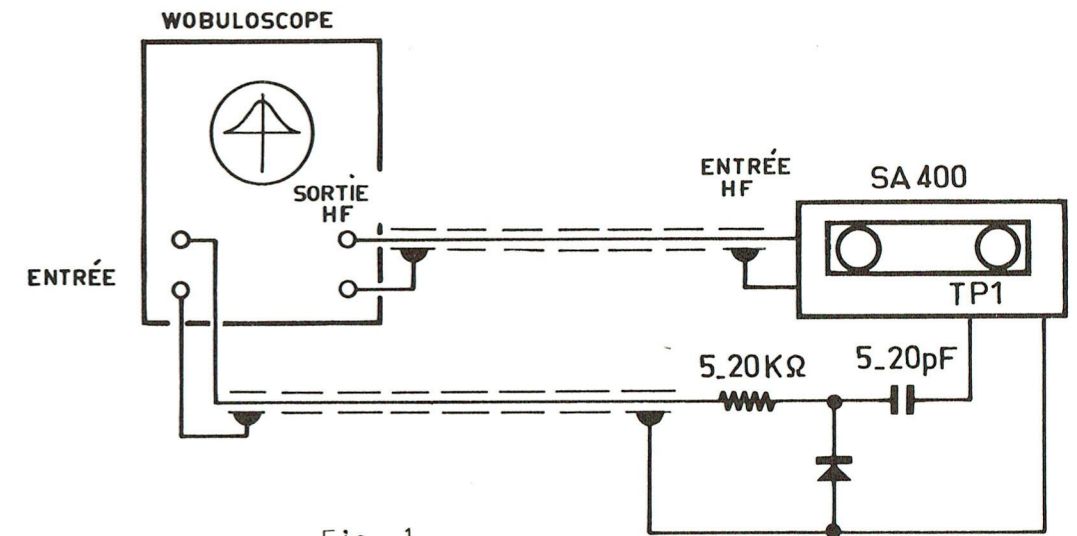

Fig. 1
- (1) - L'Injection sur cadre est à effectuer par couplage d'un rayonnateur branché aux bornes du générateur et constitué par quelques spires de fil.
- (2) - Effectuer la liaison Sortie point test SA400 - entrée wobuloscope comme indiqué en fig. 1
- (3) - Dévisser le noyau du secondaire de IT205.
- (4) - Par rayonnement du générateur, sur antenne du récepteur
- (5) - Vérifier que l'on a bien une atténuation de 20 à 25dB par rapport au niveau obtenu sur la voie droite. Le réglage du décodeur stéréophonique est donné à titre d'information car vous n'aurez pratiquement jamais à le faire. Toutefois, si vous aviez à reprendre ses réglages, nous attirons votre attention sur la nécessité de posséder un générateur multiplex.